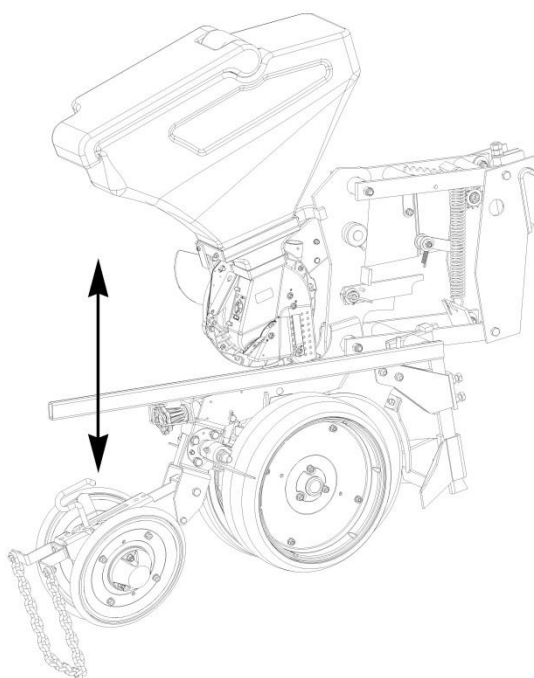

Рис. 10. Применение рычага для подъёма и опускания секции.
2. Зацепите рычаг подъёма секции за нижнюю часть параллелограмма и поднимите секцию (Рис. 10). При этом во время подъёма секции, упор механизма фиксации должен подняться под действием пружины в ручке.